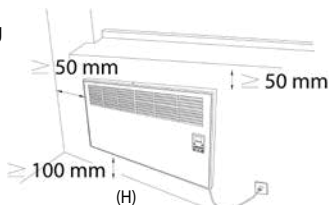

Figura 6. Zonele minime de siguranță necesare pentru eficacitatea aparatului
2. Distanța corespunzătoare trebuie măsurată pentru a putea conecta cu ușurință cablul de conectare la priza electrică. După stabilirea locului, găurile pentru montaj trebuie să fie date în conformitate cu metoda prezentată în figura 7. Pentru a fixa acest aparat, puteți utiliza suportul de montare pe perete. (Figura 5). Suportul de montaj poate fi utilizat ca șablon pentru poziționare și punctele de găurire. Puteți așeza suportul pe perete și puteți măsura spațiul dintre podea și partea inferioară a suportului la minim 100 mm sau max. 200 mm. Marcați găurile pentru șurub prin orificii cu ajutorul unui creion/pix. Trebuie să aveți grijă să vă asigurați că zonele de siguranță sunt păstrate libere pentru ca aparatul să funcționeze în mod eficient. (Figura 6.)